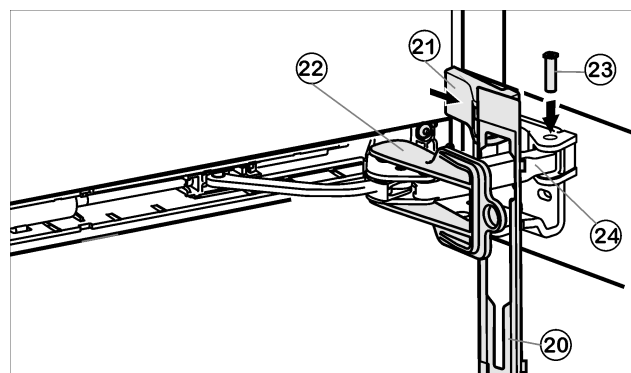

Fig. 15
- Accrocher le panneau Fig. 15 (20) sur l'étrier de l'amortisseur de telle sorte à ce que l'ergot d'encliquetage pointe vers l'avant et la face avant de l'appareil.
- Tirer l'étrier de l'amortisseur Fig. 15 (24) vers l'élément pivotant et enfoncer à nouveau le pivot Fig. 15 (23) à partir du haut, de telle sorte à ce que le carré repose dans l'évidement.
- Placer le cache Fig. 15 (21) et le bloquer.
- Retirer le dispositif d'arrêt Fig. 15 (22) en le tournant.
- Faire encliqueter le panneau Fig. 15 (20) à la porte.